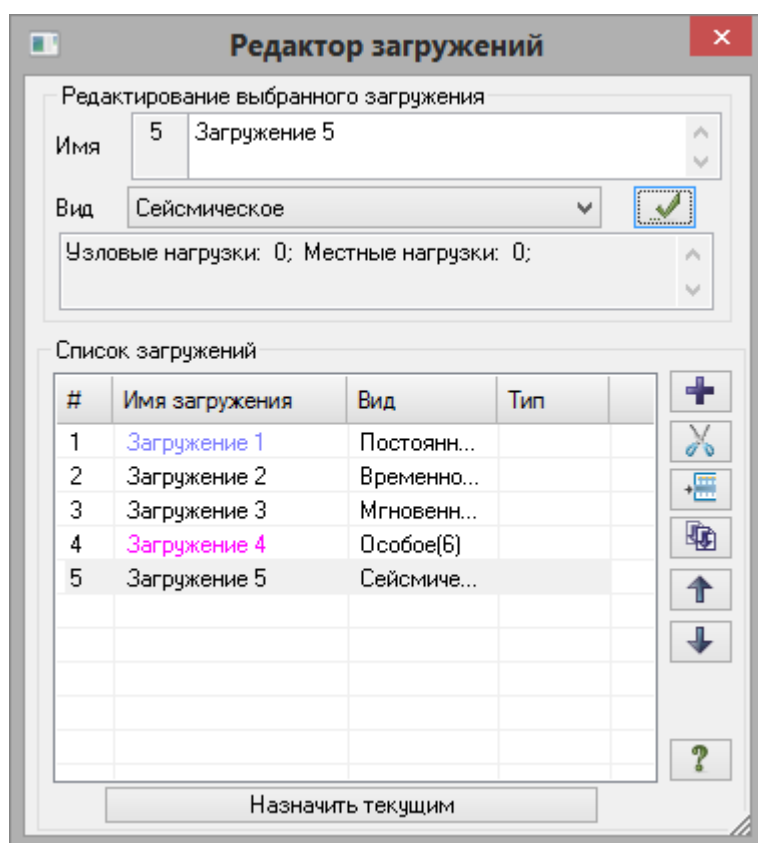

Рис.3.21. Диалоговое окно Редактор загрузений
- Вызовите диалоговое окно **Редактор загрузений** (рис.3.21) щелчком по кнопке  – **Редактор загрузений** (панель **Нагрузки** на вкладке **Создание и редактирование**).
Так как вид загружений задавался в диалоговом окне **Редактор загружений** (рис.3.21) таблица РСН сформировалась автоматически с параметрами, принятыми по умолчанию для каждого загружения. Далее нужно только изменить параметры для четвертого и пятого загружений, а также задать сочетания.